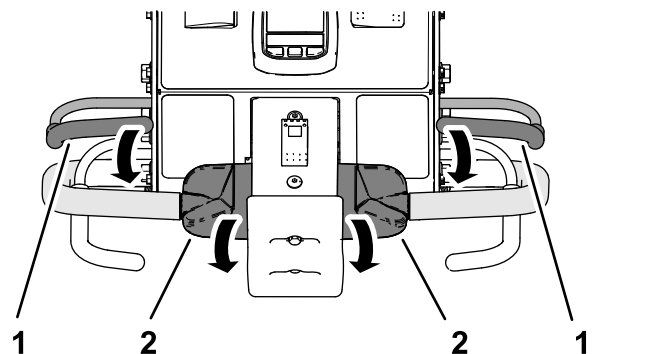

Bild 33
2. Halten Sie einen der beiden Schaltbügel am Lenker fest und drehen Sie den oberen Teil des Fahrantriebshebels nach vorne (Bild 33).